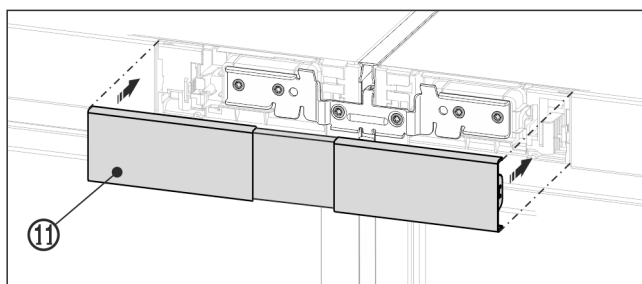

Fig. 19 Rappresentazione esemplificativa
- Innestare la copertura Fig. 19 (11) superiore sull'intercapedine ancora aperta delle due mascherine del quadro di comando. Fare attenzione che i lati esterni della copertura siano a filo con le mascherine del quadro di comando.